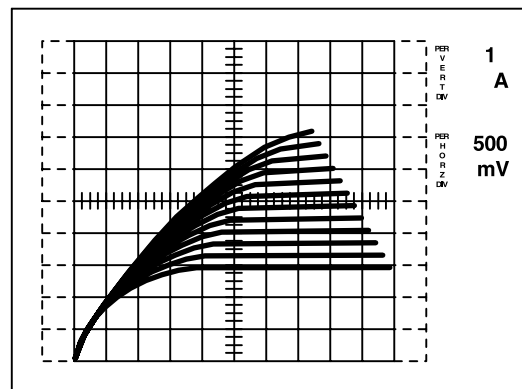
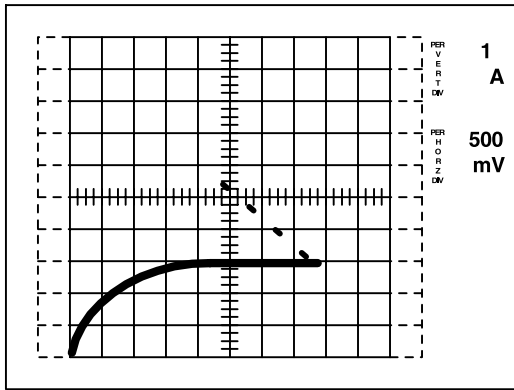

Рис.7. Прямая проводимость ( $G_{FS}$ )
Рис.8. Прямая импульсная проводимость (  $G_{FS}$  )
2. Подключите прибор с помощью переключателя LEFT/RIGHT. Увеличивайте напряжение ручкой VARIABLE COLLECTOR SUPPLY, чтобы увеличивать  $I_d$ , но не превышая величины  $I_{dm}$ . На дисплее будет картинка, подобная изображенной на рис.7. Измеряемый прибор нагреется в течение нескольких секунд. Поэтому может оказаться необходимым сфотографировать лучи как можно быстрее после подключения прибора, чтобы потом сделать подробный анализ. Может оказаться необходимым варьирование напряжения смещения, чтобы отцентрировать лучи около желаемого уровня тока. Проводимость получают делением величины токовой ступеньки между лучами в линейной области на величину используемой ступеньки (шага) напряжения затвора. В показанном случае, величина токовой ступеньки равна 0,45 А в области, где  $I_d = 5 \text{ А}$  и ступенька напряжения затвора равна 0,1 В. Таким образом проводимость получается равной 4,5 сименса. Чтобы снизить рассеиваемую мощность прибора, тест должен выполняться в импульсном режиме, так как  $g_{fs}$  зависит от температуры. Должна быть нажата кнопка 80 мксек или 300 мксек. Полученная картинка показана на рис.8.